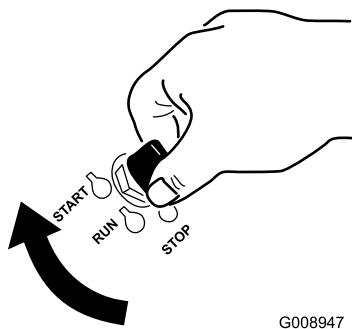

Figure 17
7. Tournez la clé de contact à la position de démarrage (Figure 17). Relâchez la clé quand le moteur démarre.